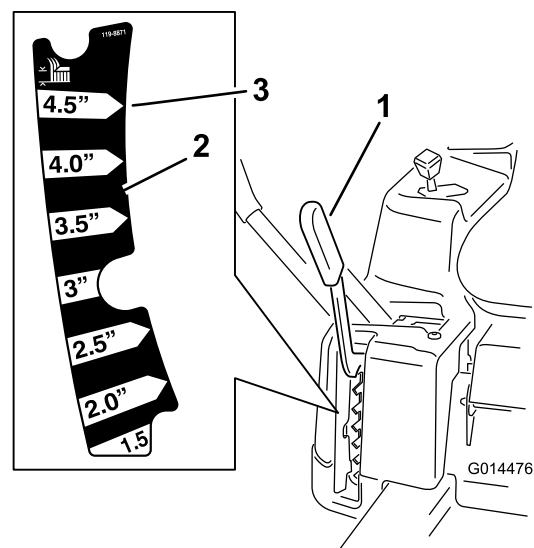

**Figura 20**
- Para ir hacia atrás, mire hacia atrás y hacia abajo, y tire hacia atrás lentamente de las palancas de control de movimiento (Figura 20).
Para ir en línea recta, aplique la misma presión a ambas palancas de control de movimiento (Figura 20).